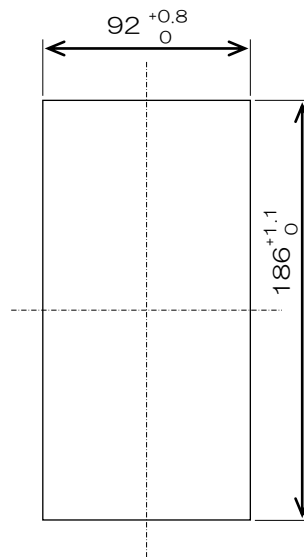

図 1. パネルカット寸法
- (1) 配電盤の取付穴加工は、図 1 のパネルカット寸法により加工してください。